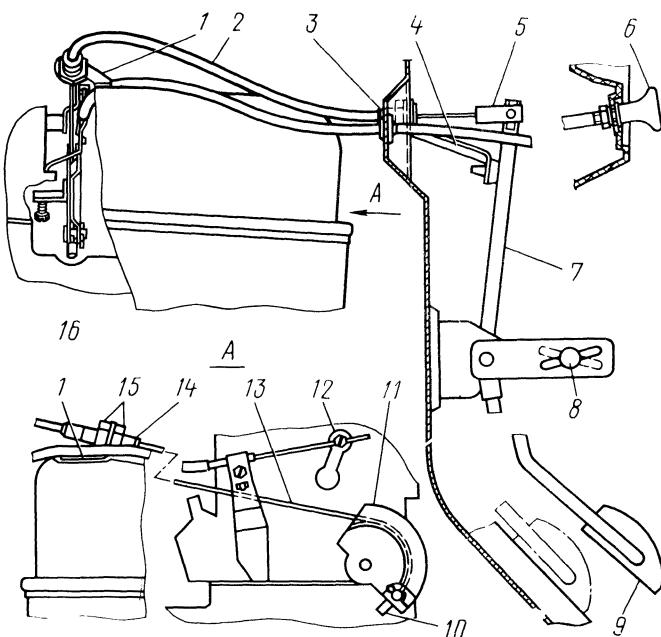

Рис. 33. Привод дроссельных заслонок:
Управление дроссельными заслонками карбюратора осуществляется педалью 9 (рис. 33), соединенной с рычагом дроссельных заслонок при помощи тросика 13, скользящего в пластмассовой трубке 2.
1. Со стороны подкапотного пространства прорезь тросяк через отверстия наконечников 3 и 14 пластмассовой трубы (см. рис. 33).